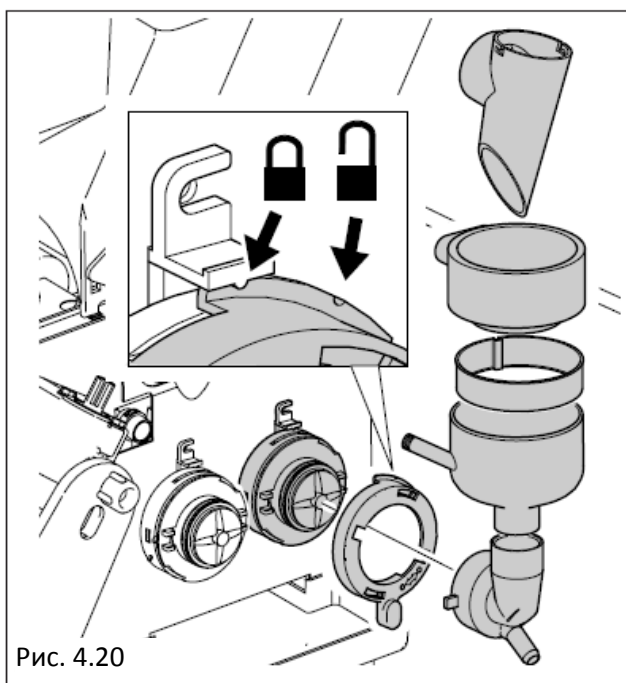

Рис. 4.20
- удалите все желоба для порошка, воронки для воды, смесительные бачки, вертушки миксеров и силиконовые трубки и также опустите все это в заранее подготовленный раствор (Рис.4.20)